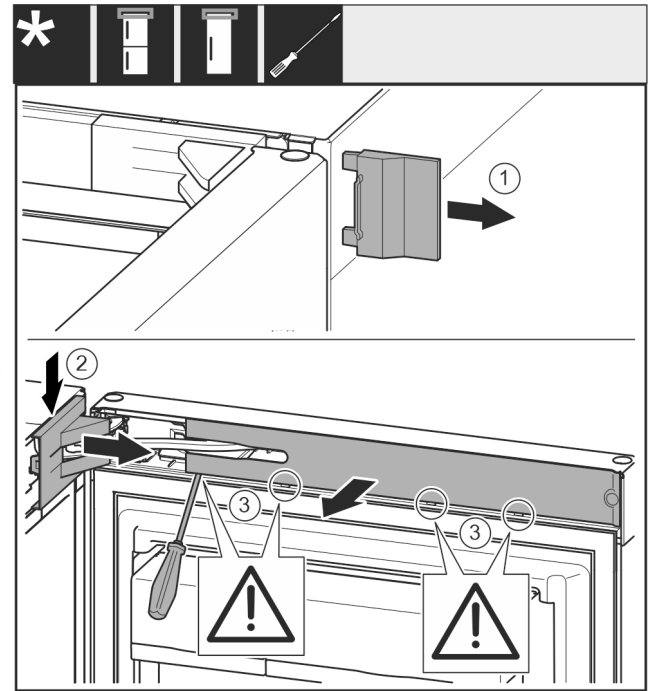

Fig. 10
- ▶ Abdeckung *Fig. 10 (1)* abnehmen.
- ▶ Lagerbockabdeckung *Fig. 10 (2)* ausrasten und lösen.
- ▶ Lagerbockabdeckung *Fig. 10 (2)* abnehmen.
- ▶ Blende *Fig. 10 (3)* mit Schlitzschraubendreher ausrasten und zur Seite schwenken.